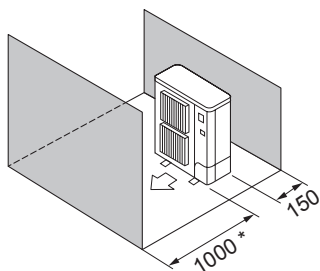

Fig. 2-11
- ⑤ Enbart hinder på framsidan och baksidan (Fig. 2-11)